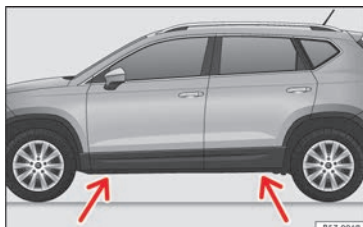

Fig. 73 Traversa: segni.
- Individuare nel longherone il punto di appoggio del cric (zona avvallata) più vicino alla ruota da sostituire » » » **fig. 73**.